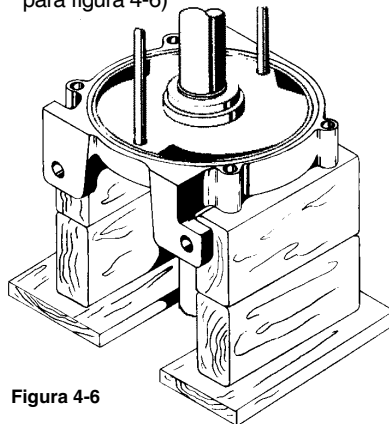

Figura 4-6
6. Para las operaciones restantes, se recomienda que pongan a la asamblea en bloques en una posición vertical con el extremo del acoplador de los revestimientos downward.(refer del eje para figura 4-6)